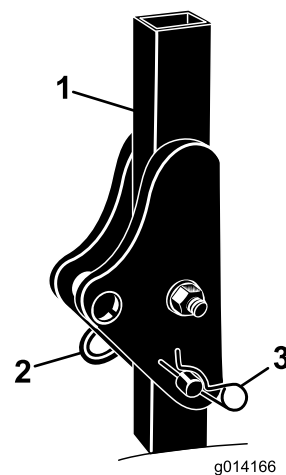

Figura 5
1. Rimuovete le 2 coppie e i 2 perni dal roll bar (Figura 5).
2. Sollevate il roll bar in posizione verticale e fissatelo con i 2 perni e le 2 coppie (Figura 5).